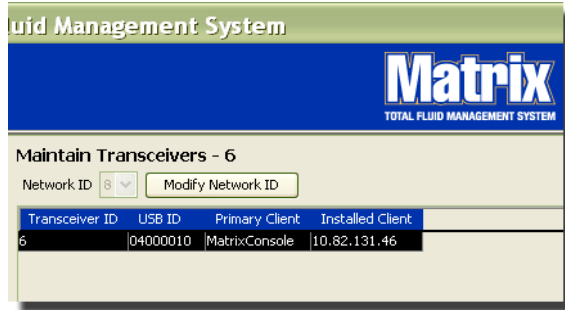

图 84
2. 若要设置网络 ID，选择图 84 中所示的“修改网络 ID”按键。
4. 现在，选定的网络 ID 编号显示在收发器屏幕顶部的网络 ID 字段中，如图 83 和图 84 中所示。